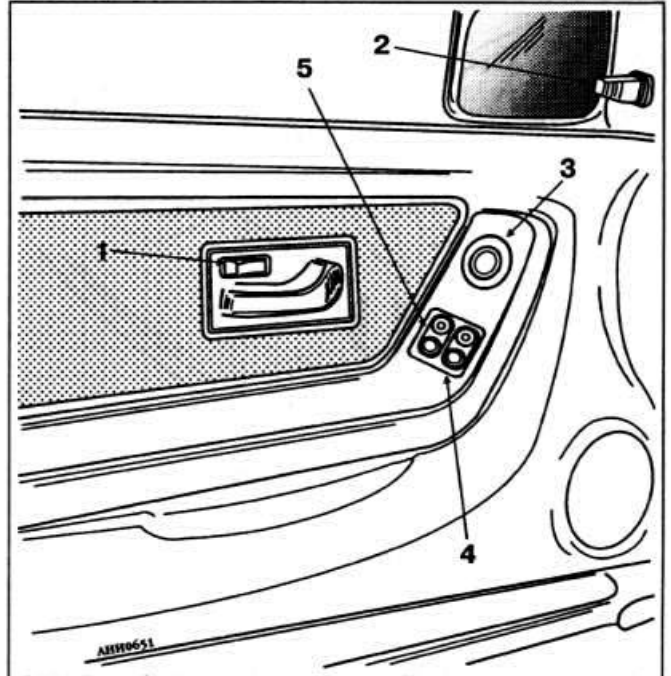

Рис. 29. Переключатели управления электрическими стеклоподъемниками на двери водителя:
**Блокировка замков задних дверей.** При перевозке детей на заднем сиденье замки задних дверей блокируются от открывания изнутри с помощью рычажка 1, расположенного над замком двери (рис. 29). При этом снаружи замки задних дверей отпираются как обычно.
**Центральная блокировка замков дверей,** установленная на некоторых автомобилях, служит для одновременного запираения и отпираения всех четырех боковых дверей и двери задка. Снаружи замки запираются и отпираются ключом замка любой из передних дверей, а изнутри — рычажком блокировки 1 (рис. 29) любой из передних дверей. Замок двери задка можно открыть отдельно ключом и при включенной центральной блокировке замков.
**Электрические стеклоподъемники.** Некоторые автомобили оборудованы электрическими стеклоподъемниками передних или всех четырех дверей. На автомобилях с электрическими стеклоподъемниками только передних дверей их управление осуществляется переключателями, расположенными на подлокотниках (рис. 29). На автомобилях с электрическими стеклоподъемниками всех четырех дверей переключатели их управления расположены на центральной консоли и на подлокотниках задних дверей. На центральной консоли имеется также кнопка выключения питания электрических стеклоподъемников задних дверей.